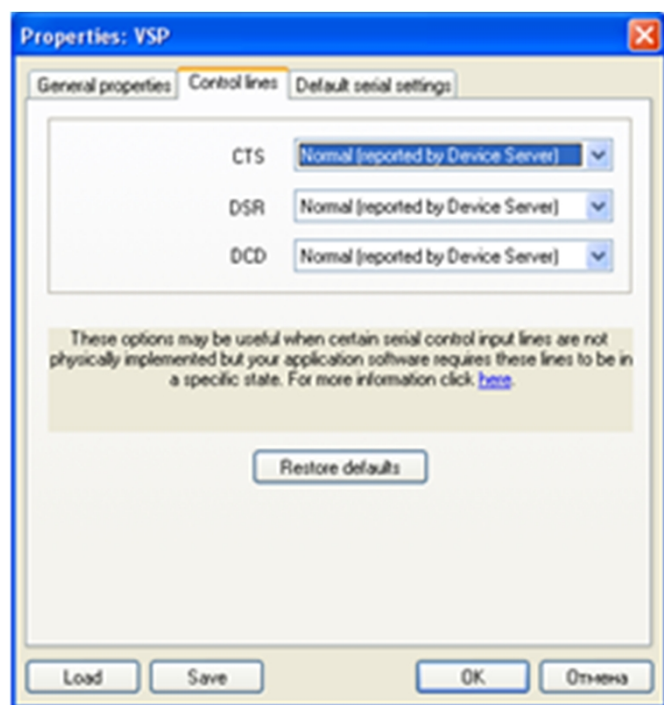

Рис. 18 – Вкладка «Control Lines»
5.3 Перейти на вкладку «**Control Lines**» и установить все параметры в состояние NORMAL, рис. 18